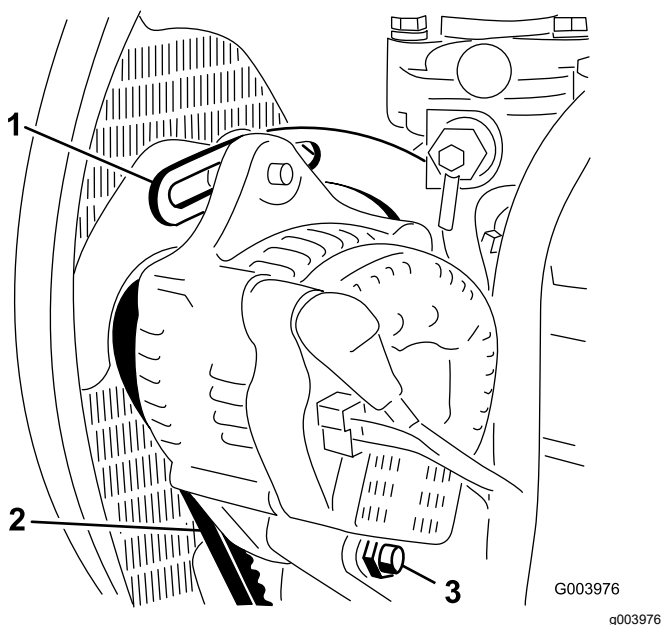

Figura 74
2. Controllate la tensione della cinghia dell'alternatore premendola (**Figura 74**) al centro tra le pulegge dell'alternatore e dell'albero a gomito con una forza di 10 kg.
3. Allentate il bullone che fissa il supporto al motore (**Figura 74**), il bullone che fissa l'alternatore al supporto ed il bullone di rotazione.